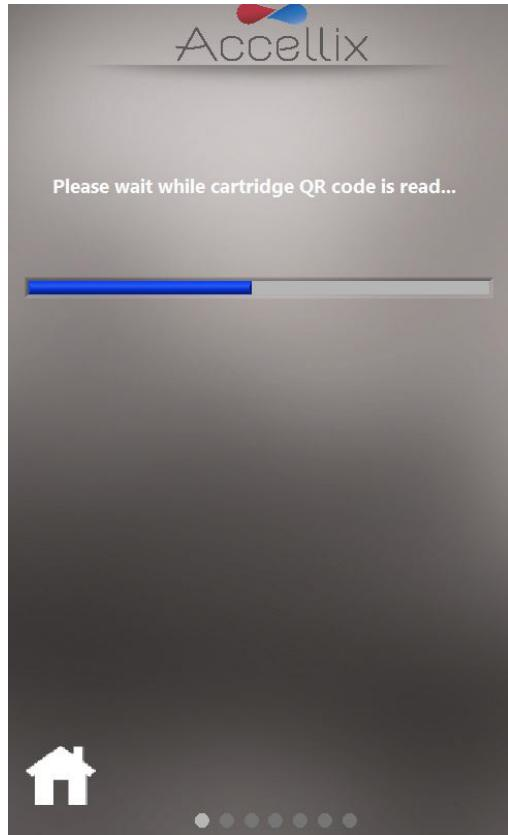

图36：正在读取芯片二维码屏幕
5. 屏幕指示用户等待仪器读取并登记芯片上的二维码信息 (图 36)。